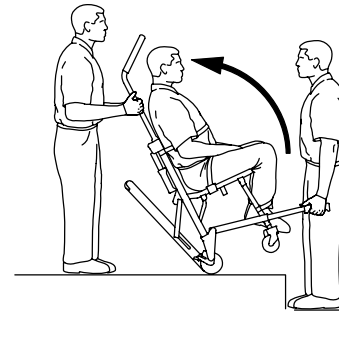

Abbildung 9 – Den Stuhl neigen
6. Bediener am Kopfende: Den Stuhl weit genug zurückkippen, dass das **Stair-TREAD** System den Boden berührt (Abbildung 9).